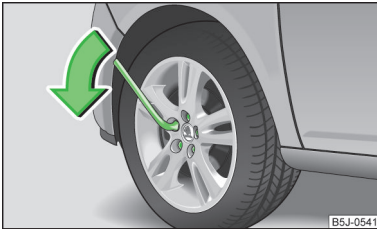

Abb. 140
- Am Schlüsselende fassen und die Schraube etwa **eine** Umdrehung in Pfeilrichtung drehen » Abb. 140.
- Am Schlüsselende fassen und die Schraube entgegen der Pfeilrichtung drehen » Abb. 140, bis diese fest ist.